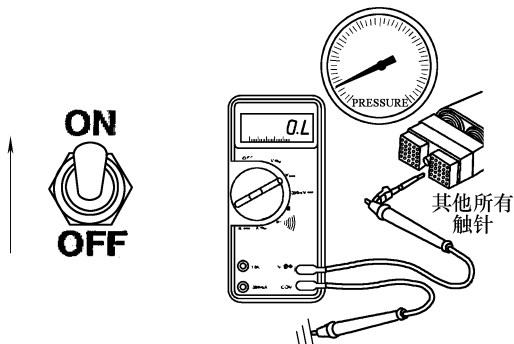

图 5-241 测量其他所有触针与接地间的电阻
② 当空调系统允许排出压力低时, 从触针 13 上拆下导线, 检查其他所有触针与接地间的电阻, 如图 5-241 所示, 万用表必须显示开路, 电阻大于 $100\text{k}\Omega$ 。如果电路不是开路, 则该电路与显示为闭路的任何触针之间短路, 应维修或更换发动机线束中的导线。